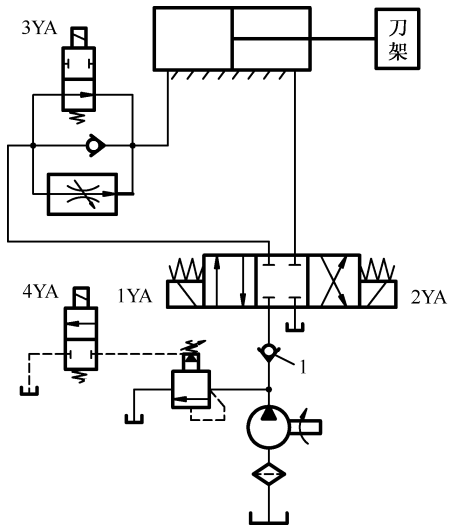

图 2-2
2. 如图 2-2 为液压自动车床的液压进给控制系统，能实现刀架空载快速进给、工作进给、快退、停止和液压泵卸荷五个工况，溢流阀的调定压力为 1.4MPa，不考虑摩擦及活塞、刀架自重，不计泄漏和液阻。看懂系统图，回答下列问题：